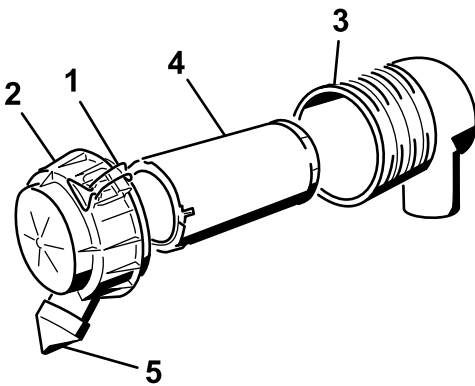

Figure 20
3. Déverrouillez le filtre à air et détachez le couvercle du boîtier du filtre (Figure 20).
6. Sortez l'élément filtrant du boîtier du filtre à air avec précaution (Figure 20).
8. Posez l'élément filtrant avec précaution (Figure 20).
9. Reposez le couvercle du filtre à air, le capuchon protecteur orienté en bas, et fermez les verrous (Figure 20).